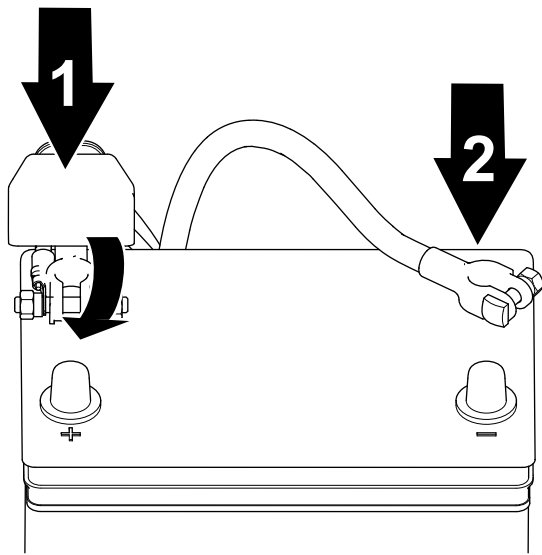

Figura 34
1. Conecte el cable positivo a la batería y apriete la tuerca de la abrazadera de la batería (Figura 34).
2. Conecte el cable negativo a la batería y apriete la tuerca de la abrazadera de la batería (Figura 34).